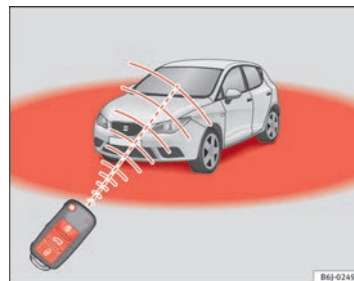

Fig. 47 Raggio d'azione del telecomando
Inoltre, la spia della pila della chiave ➔ fig. 47, lampeggia.
- Il telecomando a radiofrequenza ha un campo d'azione limitato, al di fuori del quale il suo uso non produce effetto alcuno ⇒ fig. 47.